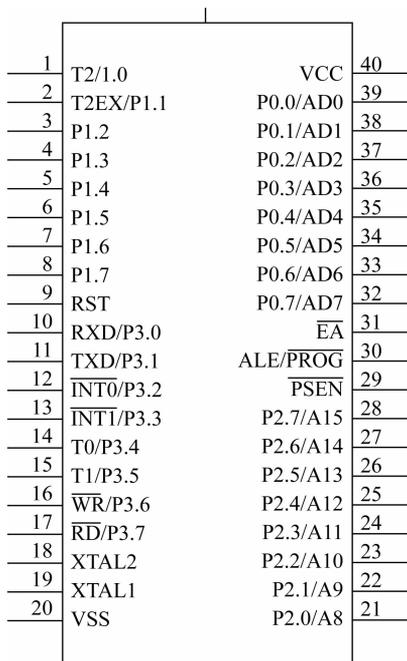

图 4-45 放置全部引脚
(5) 按照同样的操作，或者使用队列粘贴功能，完成其余 38 个引脚的放置，并设置好相应的属性，如图 4-45 所示。